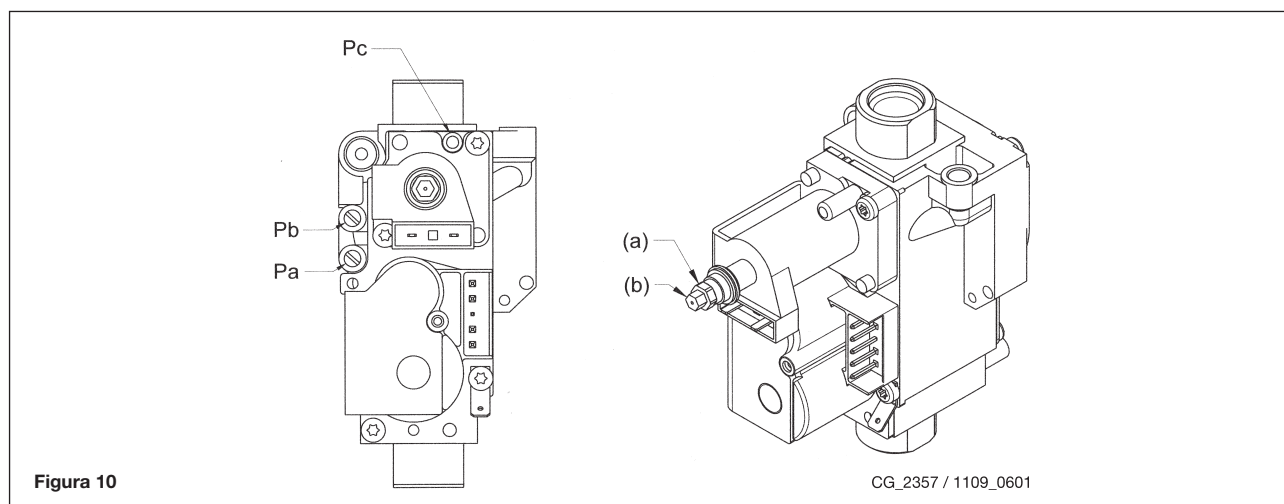

Figura 10
- collegare la presa di pressione positiva di un manometro differenziale, possibilmente ad acqua, alla presa di pressione (**Pb**) della valvola del gas (Figura 10). Collegare, solo per i modelli a camera stagna, la presa negativa dello stesso manometro ad un apposito "T" che permetta di collegare insieme la presa di compensazione della caldaia, la presa di compensazione della valvola del gas (**Pc**) ed il manometro stesso. (Una pari misura può essere effettuata collegando il manometro alla presa di pressione (**Pb**) e senza il pannello frontale della camera stagna); Una misura della pressione ai bruciatori effettuata con metodi diversi da quelli descritti potrebbe risultare falsata in quanto non terrebbe conto della depressione creata dal ventilatore nella camera stagna.
- verificare che la pressione dinamica di alimentazione della caldaia, misurata alla presa di pressione (**Pa**) della valvola del gas (Figura 10) sia quella corretta (37 mbar per il gas propano o 20 mbar per il gas naturale).